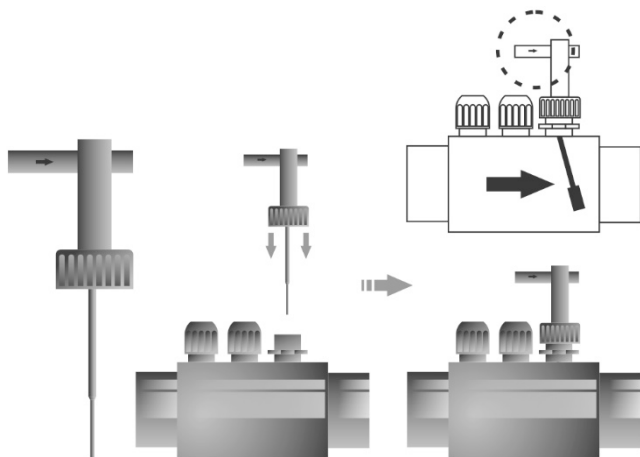
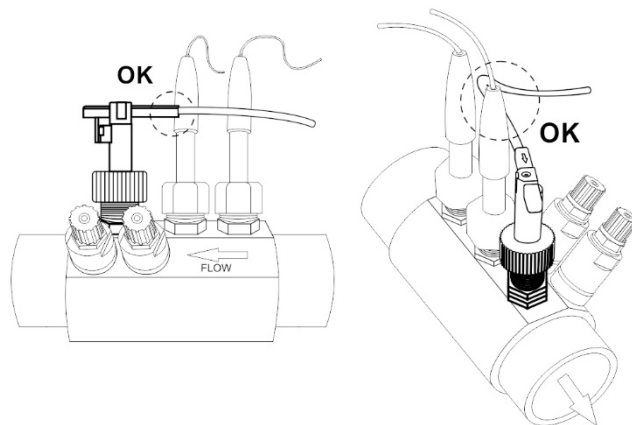

Fig. 2b
Fig. 3b
1. Cole o portassondas (pvc d63) fornecido numa secção da tubagem situada atrás do by-pass UV (fig.1). O portassondas deverá ser instalado sempre na posição horizontal relativamente ao solo (ver Fig. 2b), de forma a que as entradas roscadas (1/2"G - 3/8"G) fiquem sempre acessíveis para a posterior instalação da injeção: pH-Minus + hipoclorito (ver fig. 3b).
2. Instale o detetor de fluxo (fluxostato) fornecido sempre de forma vertical no portassondas (Fig. 2b).
3. Existe uma seta marcada na cabeça do detetor de fluxo. Certifique-se de que a seta aponta na direção do fluxo da água (Fig. 2b e 3b).